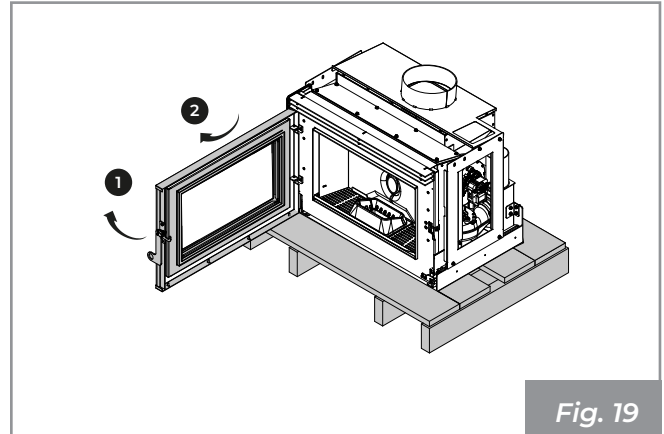

Fig. 19
- Aprire la porta (**Fig.19**)